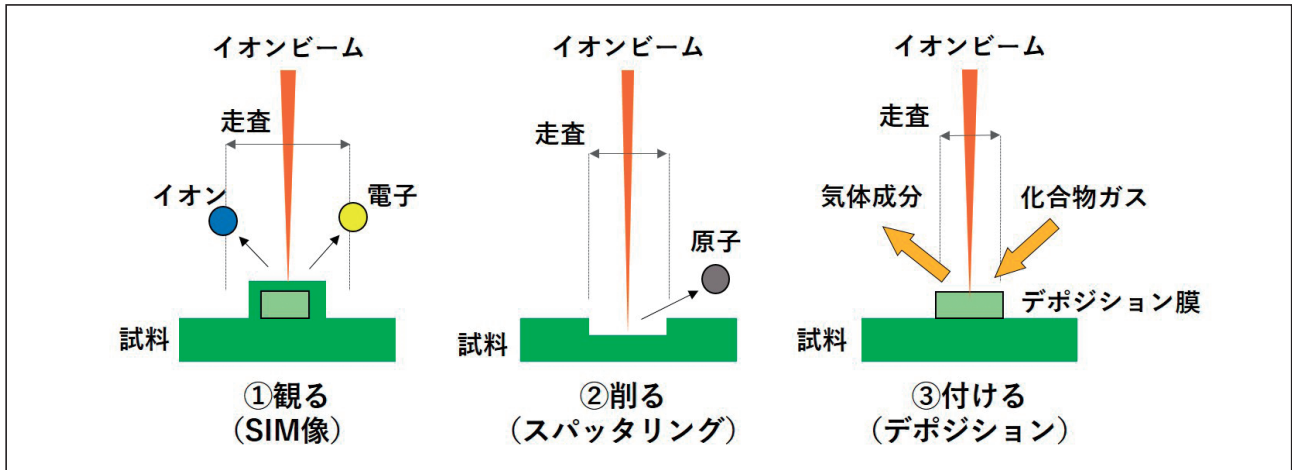

図3 FIBの機能
は電子顕微鏡の基本である①観る機能に加え、②削る・③付ける機能が可能になります。(図3,4)